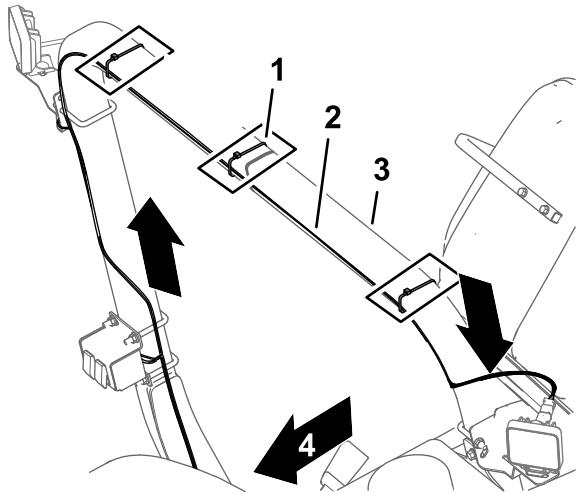
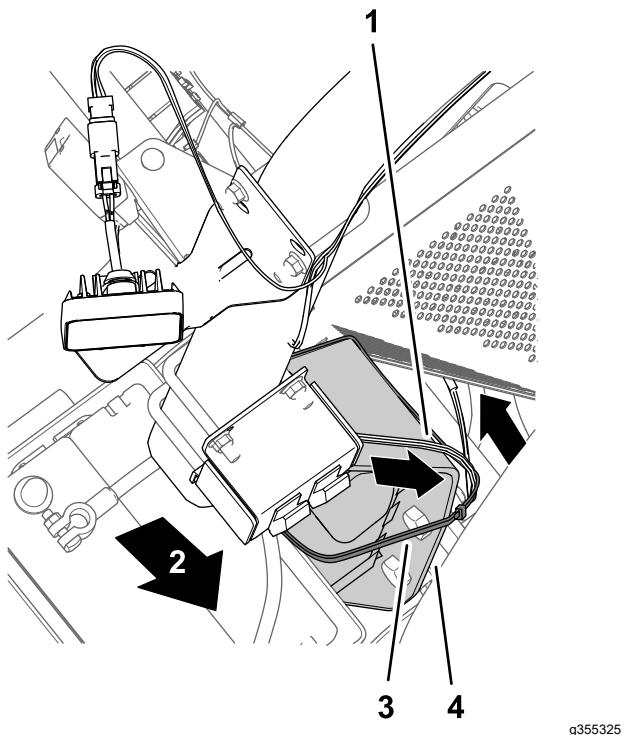
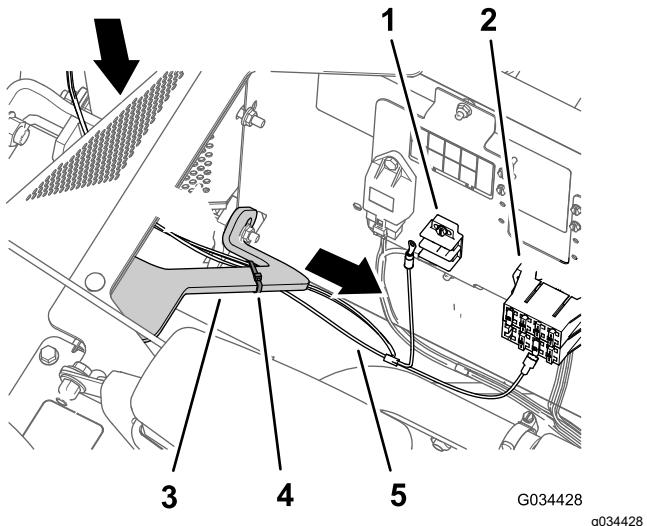

Figura 13
Figura 14
Figura 15
1. En los interruptores, dirija el ramal del arnés de cables con el conector hembra de 2 vías hacia arriba y a través de la parte trasera del tubo del ROPS horizontal, tal y como se muestra en la Figura 13.
2. En los interruptores de las luces, dirija el ramal del arnés de cables con el terminal hembra y el terminal de anillos hacia abajo y hacia delante, tal y como se muestra en la Figura 14 y en la Figura 15.
Nota: Dirija el arnés de cables del kit de luces de trabajo traseras a lo largo del arnés de cables de la máquina (Figura 15).
cables, tal y como se muestra en la Figura 13, Figura 14 y Figura 15.
Nota: Enrolle el arnés sobrante en el soporte de la base del asiento y sujetelo con una brida, como se muestra en la Figura 15.